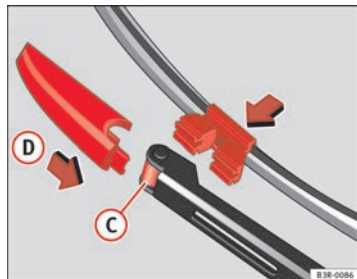

Fig. 171 Colocar la escobilla
- Coloque la escobilla nueva en el alojamiento del brazo del limpiaparabrisas ⇒ fig. 171 **C**.